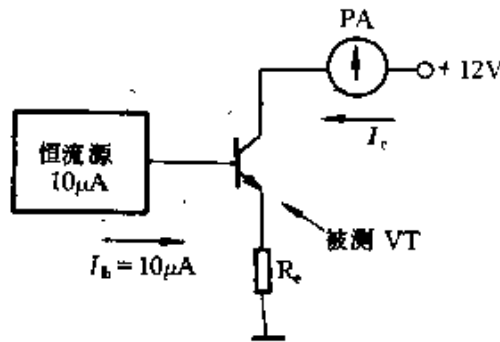

图 4-50
④ 测晶体管 β 值时, 由 VT_2 恒流源 (NPN 管) 或 VT_3 恒流源 (PNP 管) 向被测晶体管提供 $10\mu\text{A}$ 基极电流, 测量其集电极电流即可得知其 β 值, 如图 4-50 所示。